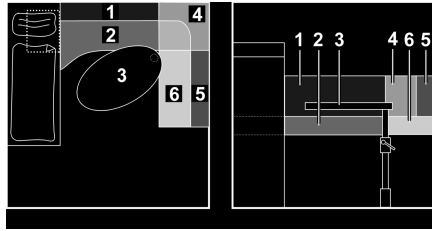

Fig. 78 Avant la transformation
- Démontez la table (Fig. 78,3) (voir paragraphe 7.8).
- Retirez les coussins de dossier (Fig. 78,1, 4 et 5) et les placez de côté.